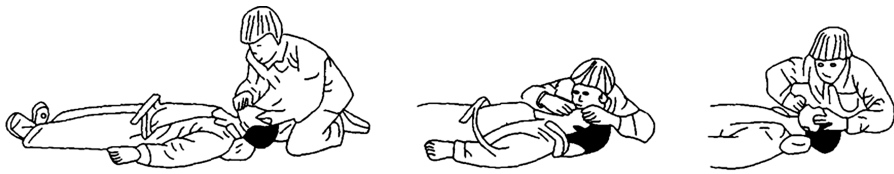
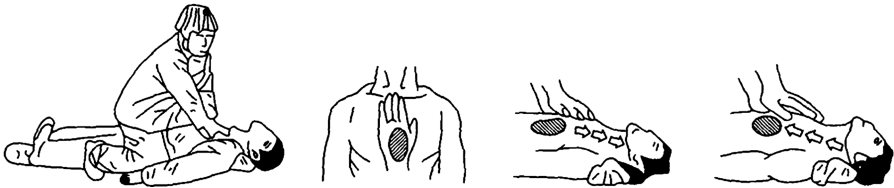

图 1-8 口对口人工呼吸法
图 1-9 胸外心脏按压法
(3)触电相当严重:触电者已停止呼吸,常为“假死”,应立即进行人工呼吸。如果触电者心跳和呼吸都已停止,人体完全失去知觉,应通过人工呼吸和心脏按压进行抢救,如图 1-8和图 1-9 所示。